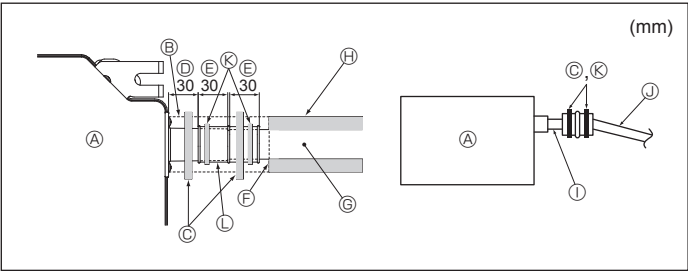

Fig. 6-2
- ① Tube en PVC, D.E. ø38 pour la mise en place groupée des tuyaux. (Isolation de 9 mm minimum)
1. Raccordez la prise d'écoulement (fournie avec l'appareil) à l'orifice de drainage. (Fig. 6-2)